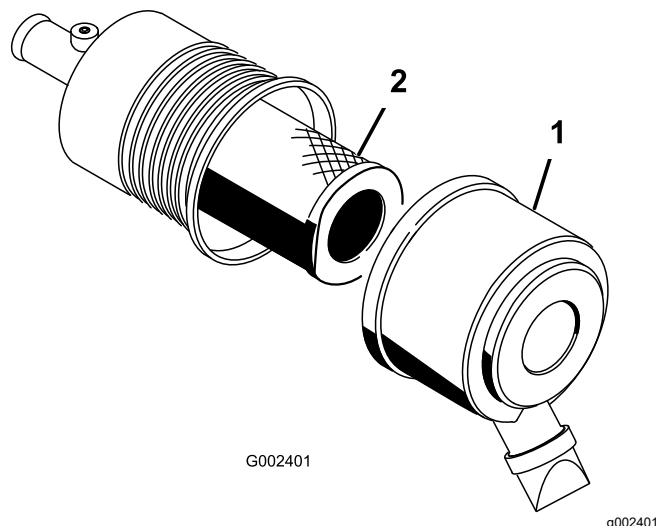

Figura 50
- Abra los enganches que sujetan la tapa del limpiador de aire a la carcasa del limpiador de aire (Figura 50).
- Retire la cubierta de la carcasa del limpiador de aire (Figura 50).
- Retire y cambie el filtro (Figura 50).